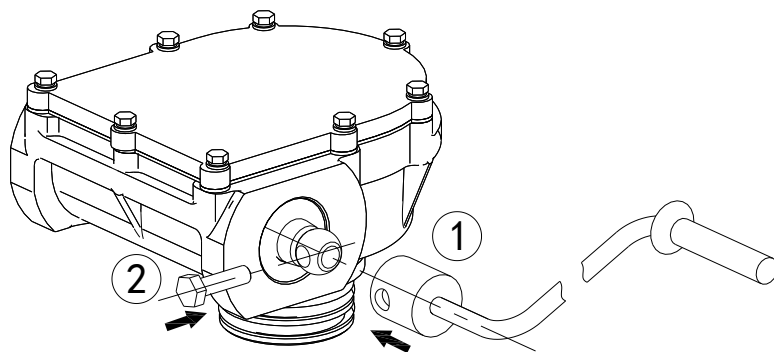

图 6-2 扁齿轮盒转动示意 (不提供工具)
1. 转动开关扁齿轮盒的驱动轴，可以使用内径为 25mm 的短管（一个直径 12mm 的螺栓拧入管内），再配上手轮或手摇把。（图 6-2）